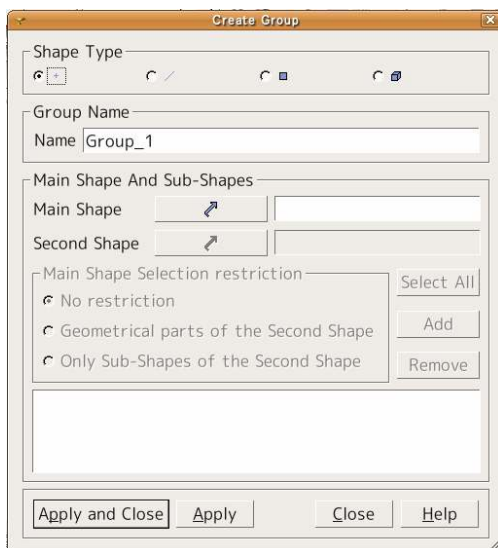
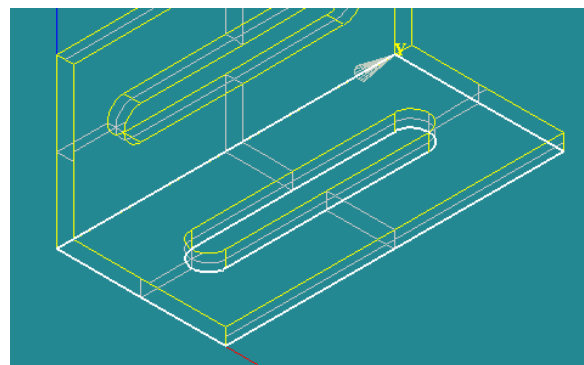

図 12 : Create Group 画面
図 13 : 固定面の選択
- ① グループ作成を行うため、メニューバーから「New Entity」→「Group」→「Create」を選択すると、「Create Group」画面（図 12）が表示される。
- ② まずは固定部分のグループ作成を行う。
4. この状態で、Geometry 画面に表示されているモデル上にカーソルを合わせると、カーソル上にある面の端が青くなる。ここでは図 13 に指定する箇所をクリックし、面の端が白くなり選択されたことになる。